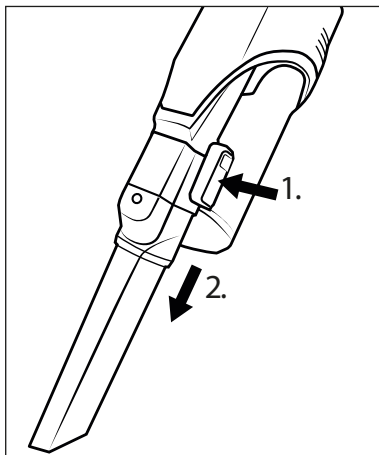

Fig. 15
- ◆ Pour retirer l'accessoire, maintenez la touche de déverrouillage de l'accessoire enfoncée, puis retirez l'accessoire du tube d'aspiration 24 ou de l'orifice d'aspiration de l'appareil (voir fig. 15).